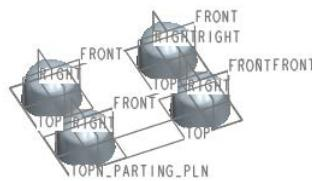

图 22.3 阵列参考模型
- Step4. 在“阵列”操控板中单击`完成`按钮，结果如图22.3所示。